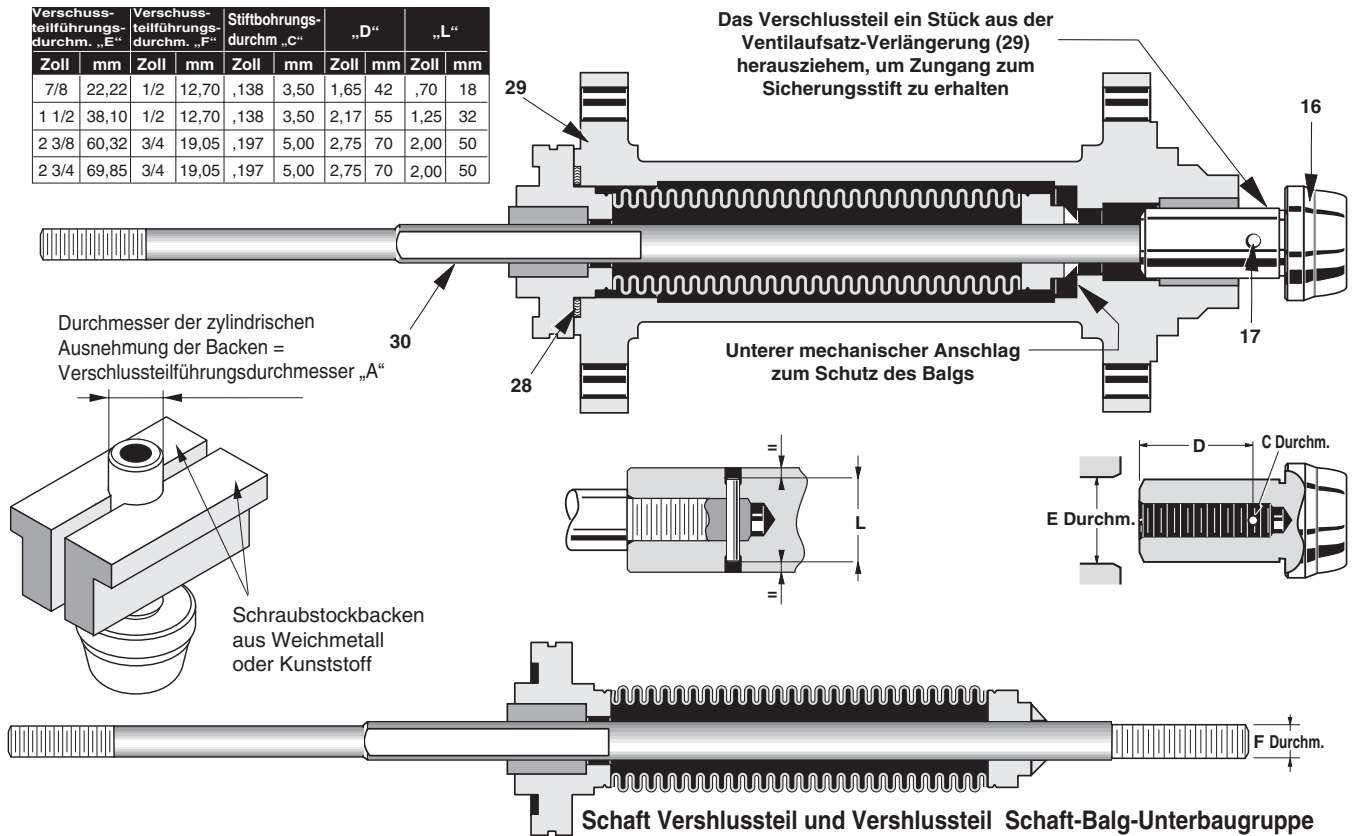

Abb. 18 - Entfernen und Einsetzen des Sicherungsstifts für die Befestigung des Verschlussstücks am Schaft
Hinweis: Zum Fixieren des Verschlusssteils stets Schraubstockbacken aus Weichmetall verwenden. Andernfalls kann beim Einsetzen des Stifts die Führungsfläche des Verschlusssteils beschädigt werden (siehe Abbildung 18).
(dies ist bei gehärtetem Edelstahlmaterial 440C oder massivem Stellite oder gleichwertigem Material typischerweise der Fall), den Schaft auf den gleichen Durchmesser (Durchmesser C in Abb. 18) wie die Bohrung des Verschlusssteilschafts aufbohren.
- dem Durchmesser C entspricht (siehe Abbildung 18).
- Maß D entsprechend dem Durchmesser der Verschlusssteilführung und dem Schaftdurchmesser messen (siehe Abbildung 18).
- Sicherungsstift der passenden Größe entsprechend dem Durchmesser der Verschlusssteilführung und dem Schaftdurchmesser wählen (siehe Abbildung 18). Eine kleine Menge Schmiermittel auf den Stift auftragen und diesen dann von Hand in die Bohrung im Verschlusssteil einsetzen.
- Den Stift mit einem Hammer auf Presspassung in die Bohrung einschlagen. Nach dem Einschlagen des Sicherungsstifts prüfen, ob er auf beiden Seiten gleich weit in der Bohrung sitzt (siehe Abbildung 18).